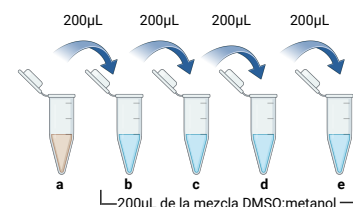

Figura 2. Preparación de los viales a, b, c, d y e.
7. Realizar las diluciones a partir del **vial a**. Adicionar a partir del **vial b** al **e**, 200 µL de la mezcla DMSO: METANOL. Posteriormente, transfiera 200 µL del **vial a** al **vial b** y mezcle. A partir del **vial b** transfiera 200 µL al **vial c** y mezcle. Posteriormente, transfiera 200 µL del **vial c** al **d** y mezcle. Finalmente, transfiera 200 µL del **vial d** al **e** y mezcle. Ver Figura 2.
2. Adicionar 20 μL de cada una de las concentraciones de cada compuesto (a, b, c, d y e) a 3 pozos, siendo en total 15 pozos. Posteriormente adicionar a todos estos pozos 180 μL de la solución de ABTS diluido. Con ellos se obtendrá la absorbancia que corresponde a A_1 . (Ver figura 2). Considerar que el compuesto se diluye 10 veces por lo que las concentraciones para graficar serán 32, 16, 8, 4 y 2 μM .